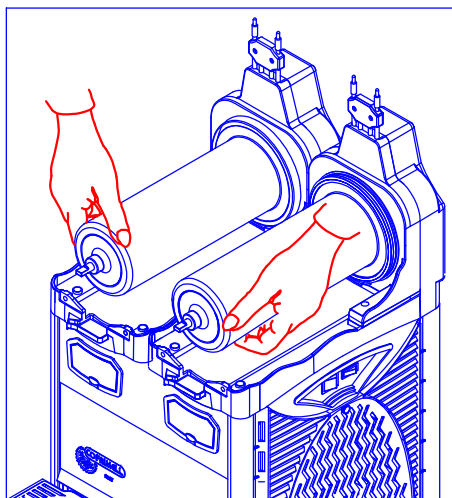

Fig. 5A
**IMPORTANTE :** (Fig. 5A) durante las operaciones de transporte o elevación, la máquina no debe ser sujeta por los cilindros evaporadores. El fabricante no se responsabiliza de los daños que puedan producirse por operaciones realizadas en estas condiciones.